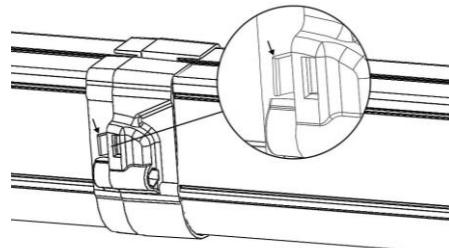

Рисунок 10 Зашелкивание разъемов
5.7 Отогнуть язычки защелок до характерного щелчка (рис. 10).